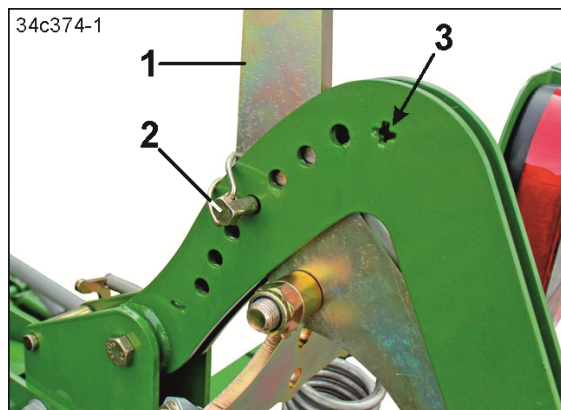

Fig. 199
4. Asigurați poziția manetei (Fig. 199/1) cu un șplint țeavă (Fig. 199/2).
Forța de apăsare a roților este cea mai mare dacă introduceți șplintul țeavă (Fig. 199/2) în gaura de lângă semnul plus (Fig. 199/3).